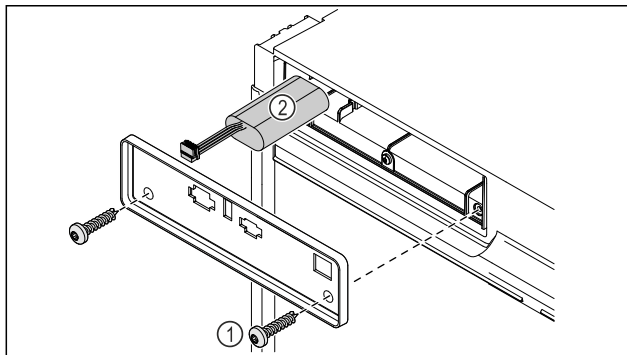

Fig. 189
- ▶ Ξεβιδώστε τις βίδες και αφαιρέστε το κάλυμμα στην πίσω πλευρά της συσκευής Fig. 189 (1).
- ▶ Αποσυνδέστε και τραβήξτε έξω την μπαταρία Fig. 189 (2).